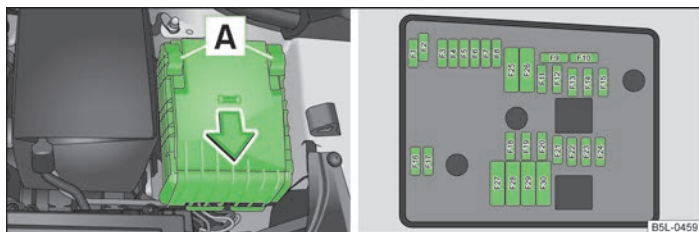

Fig. 166 Capacul cutiei cu siguranțe din compartimentul motor / Reprezentarea schematică a cutiei cu siguranțe
- > Capacul cutiei cu siguranțe se desprinde prin împingerea etrierului [A] » fig. 166 spre înainte, până la capăt. În spatele etrierului se afișează simbolul . Capacul poate fi detașat acum.